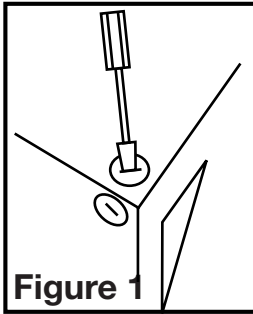

Figure 1
- Choisir un emplacement pour votre ventilateur. Pour garantir la meilleure qualité d'air et performance acoustique, il est recommandé que la longueur de la canalisation et le nombre de coudes soient réduits au minimum, que le rayon de chaque coude soit aussi grand que possible pour l'installation, et que des conduits rigides isolés soient utilisés. Ce ventilateur nécessitera au moins 20,3cm (8po) de dégagement dans le plafond ou le mur, et s'installe au travers de cloison sèche d'une épaisseur de jusqu'à 1,9cm (3/4po). Le ventilateur s'installe entre 40,6cm ou 61cm (16po ou 24po) au centre des solives à l'aide des quatre (4) traverses de montage incluses.
- Sélectionner l'alvéole défonçable la mieux appropriée et l'enlever à l'aide d'un tournevis à lame plate (Figure 1).